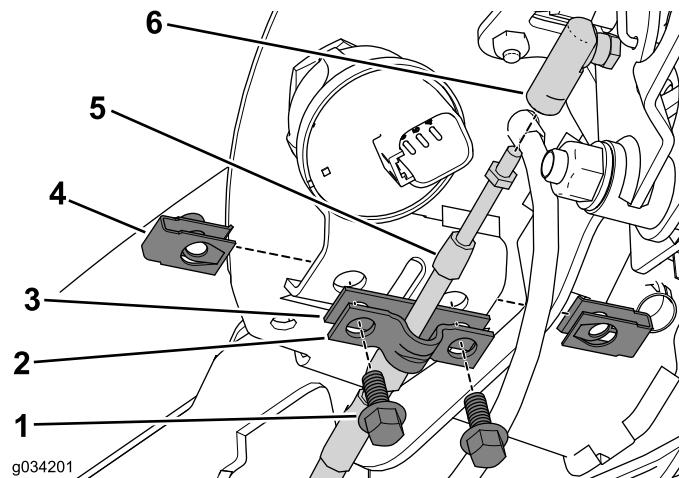

Figura 5
1. Rimuovete i 2 bulloni e i dadi a graffetta che fissano il serrafile e lo spessore al gruppo consolle (Figura 5).
2. Mettete da parte il serrafile ed eliminate lo spessore (Figura 5).
3. Scollegate il cavo di blocco in folle dal connettore del cavo (Figura 5).